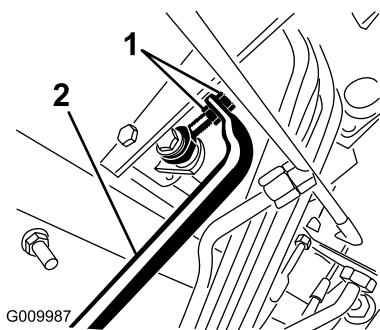

Figura 72
5. Ajuste las contratuerca del extremo de la varilla de la bomba para desplazar el tubo de control de la bomba hacia adelante, para eliminar el movimiento de la máquina hacia adelante, o hacia atrás, para eliminar el movimiento hacia atrás (Figura 72).